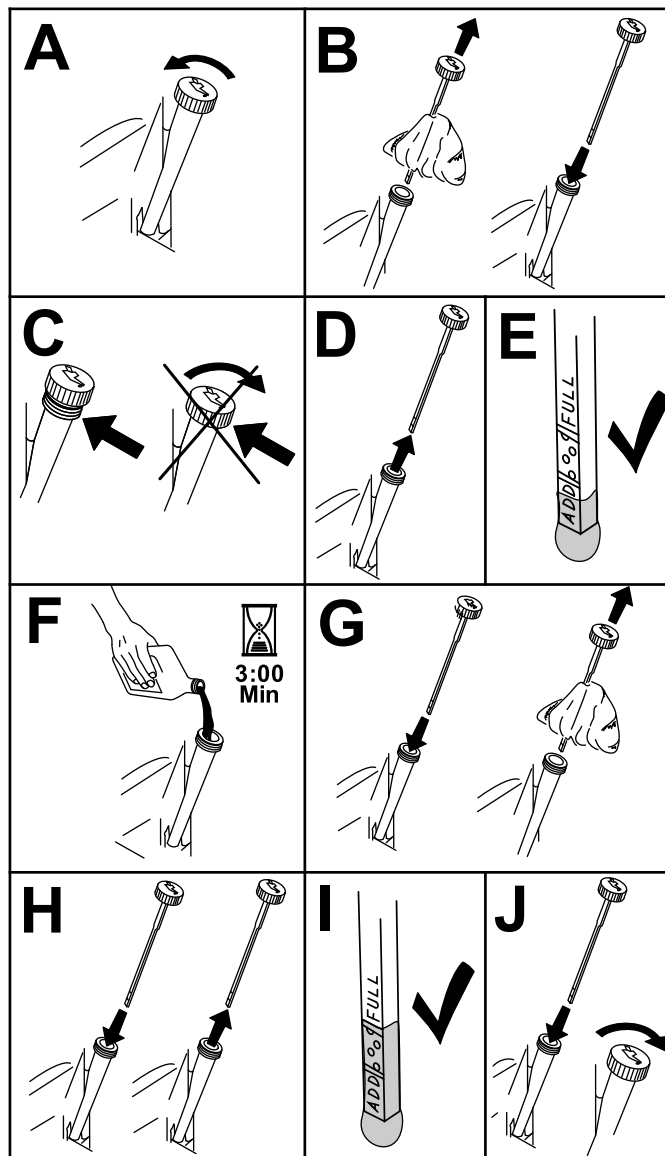

Figura 43
3. Controllate il livello dell'olio motore come mostrato nella (Figura 43).